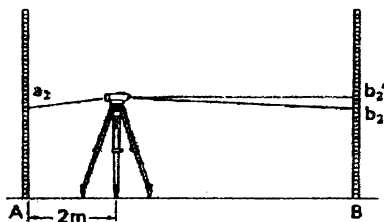

Рис. 7.6
- 2) Установите прибор на расстоянии 2 м от точки А. Возьмите отсчеты a_2 и b_2 (рис. 7.6).